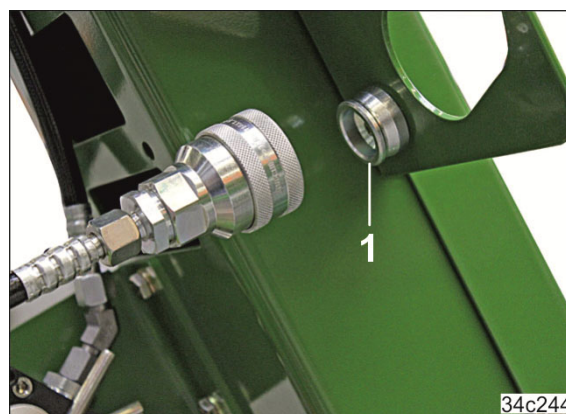

**Bild 136**
- 3.1 Aktivera ventilen (Bild 136/1). På så sätt töms hydroackumulatoren.